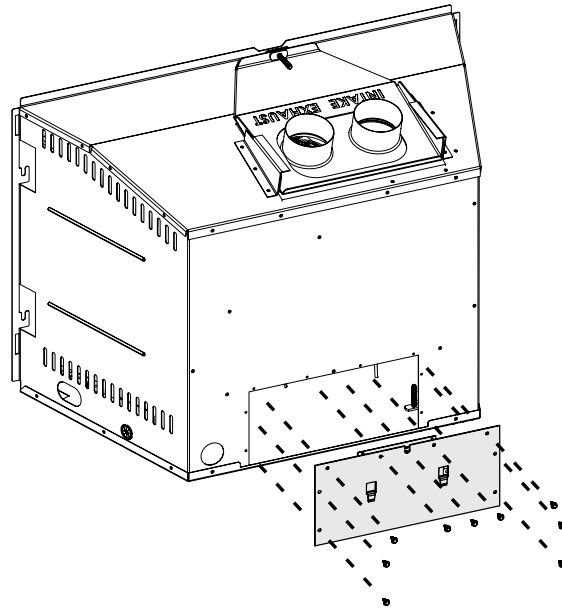

Fig. 7-2
4. Retirer le panneau d'accès au ventilateur en enlevant les 9 vis (**Fig. 7-2**).